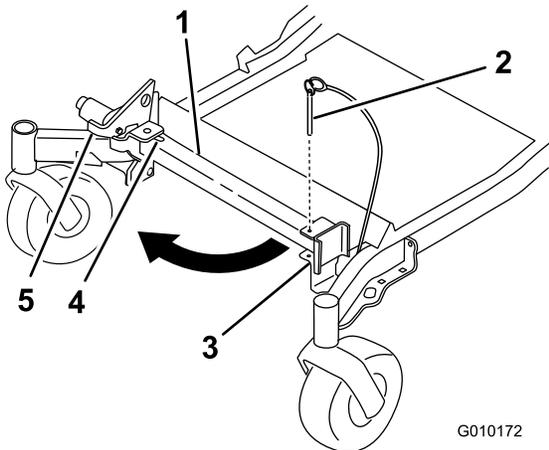
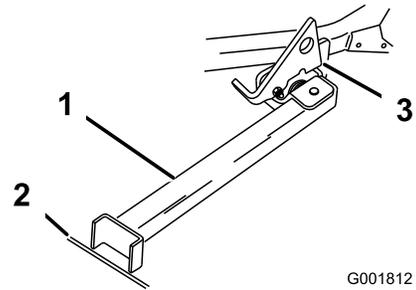

Figure 32
Figure 33
2. Retirez la goupille du support (Figure 32).
3. Soulevez le verrou. Dépliez le pied du support et poussez le support vers la machine dans la base de la fente (Figure 32 et Figure 33).
4. Posez le pied du support sur le sol et appuyez le verrou sur la languette de pivot (Figure 33).
- Remarque:** Pour obtenir de meilleurs résultats, placez le pied du support dans des fissures du trottoir ou du gazon (Figure 33).
6. Montez la machine sur le support. Arrêtez-vous quand le verrou retombe sur la languette en position verrouillée (Figure 33). Une fois la machine en place sur le support, serrez le frein de stationnement et coupez le moteur.
5. Ramenez le support à sa position de repos (Figure 32).